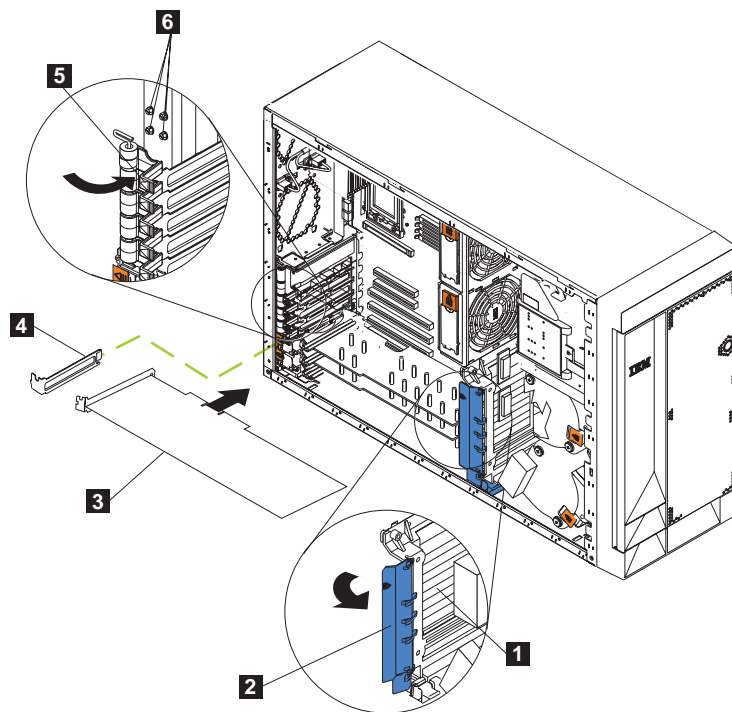
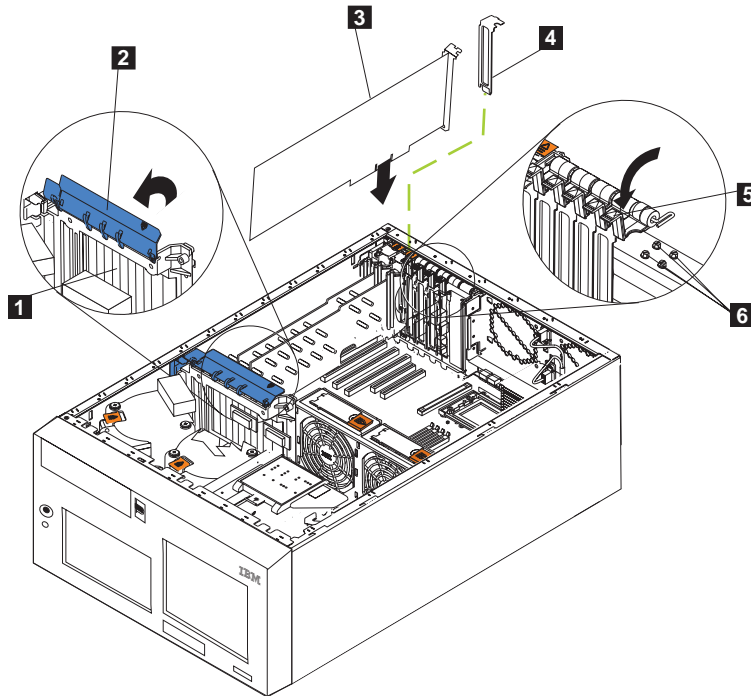
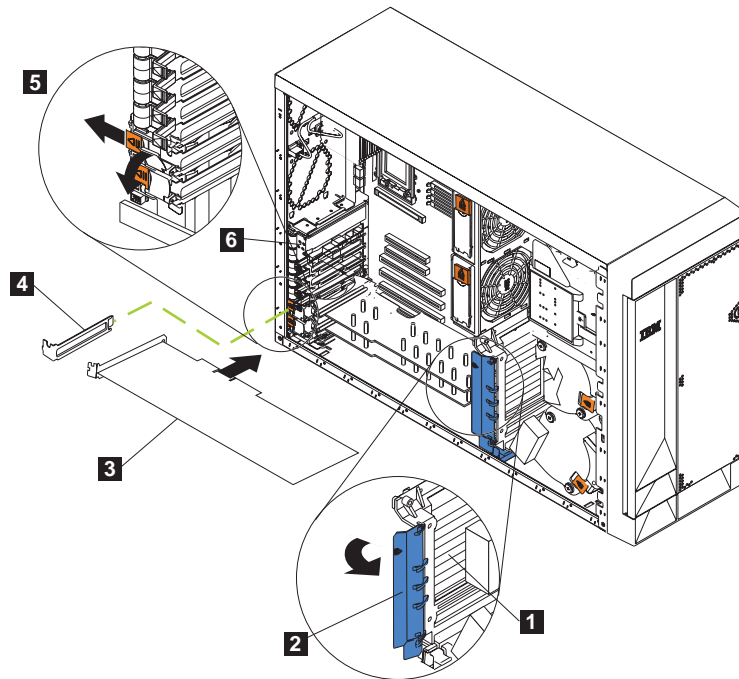
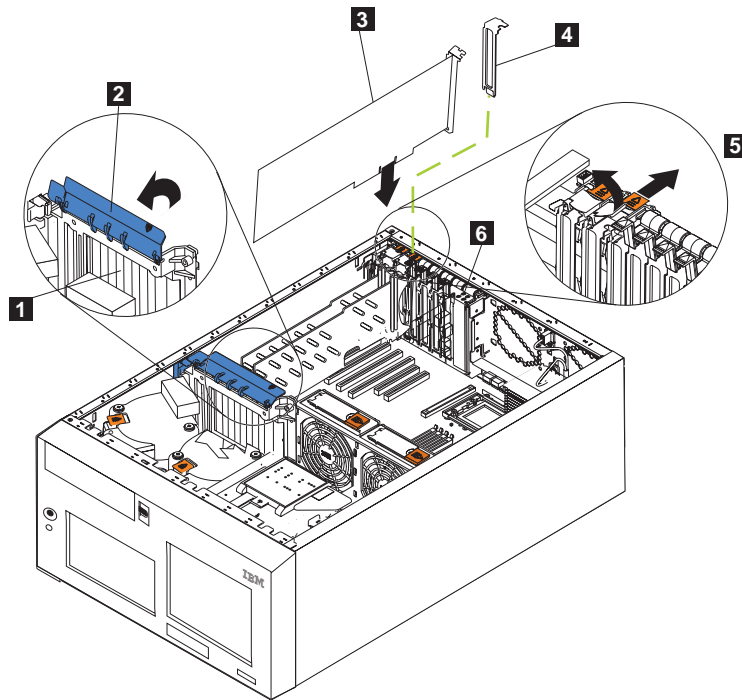

Figura 38. Instalando uma placa (Modelo 25T)
Figura 39. Instalando uma placa (Modelo 25T com o recurso de conversão de montagem do rack)
Figura 40. Instalando uma placa nos slots 5 ou 6 (Modelo 25T)
Figura 41. Instalando uma placa nos slots 5 ou 6 (Modelo 25T com o recurso de conversão de montagem do rack)
5. Levante o grampo de retenção da placa no topo do suporte de apoio da placa e a trava de retenção da placa de cada placa de comprimento normal; em seguida, remova as placas de comprimento normal). (Consulte a Figura 38 na página 53 e a Figura 39 na página 54 para obter a localização da presilha de retenção da placa.)
A Figura 38 e a Figura 39 na página 54 mostram como instalar uma placa PCI.
Se você estiver instalando uma placa no slot PCI-X 5 ou 6, deslize a trava de retenção da placa na cor laranja em direção à parte posterior do mecanismo e segure-a enquanto levanta a trava de retenção da placa na cor preta para a posição destravada (aberta), conforme mostrado na Figura 40 e na Figura 41 na página 56
- d. Prenda uma placa nos slots 1-4 com um parafuso: insira um dos parafusos do slot de expansão de backup (consulte a Figura 40 na página 55 e a Figura 39 na página 54 para ver a localização dos parafusos), através da parte superior do suporte da placa, no orifício do parafuso para prender a placa.